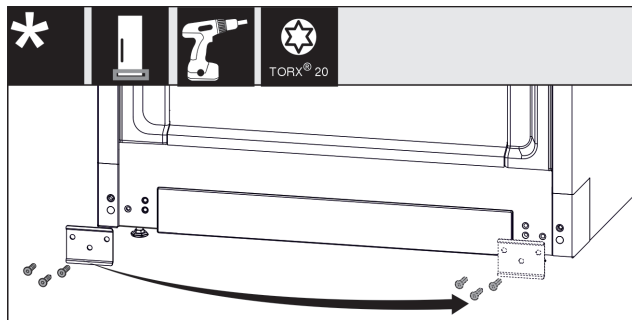

Fig. 12
- ▶ Открутите лист, переставьте на другую сторону и снова прикрутите. Fig. 12 (1)